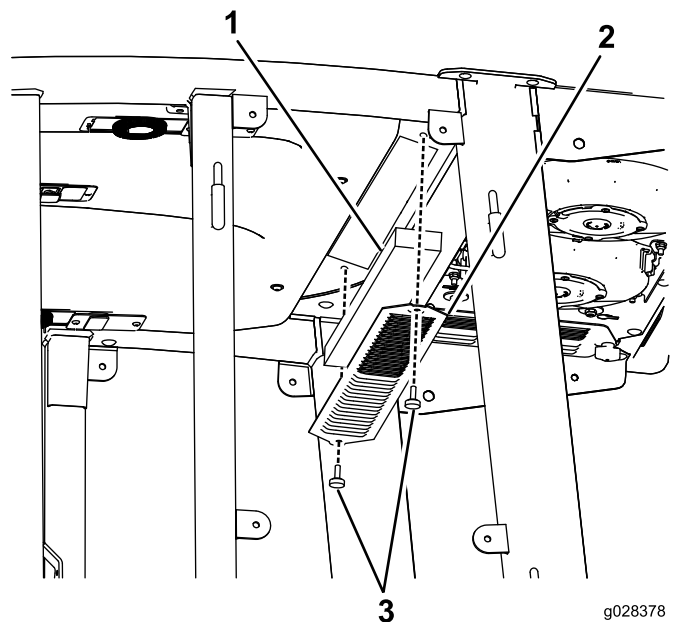
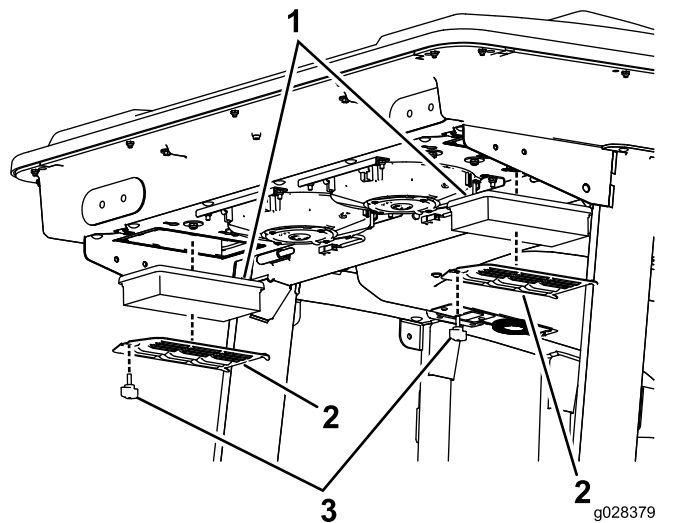

Bild 102
Bild 103
1. Nehmen Sie die Schrauben und Gitter von den internen und hinteren Kabinenluftfiltern ab (**Bild 102** und **Bild 103**).